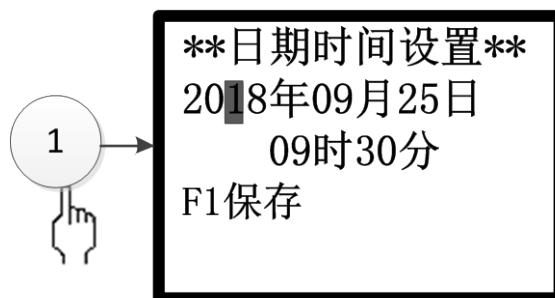

图 3-19
按下数字 1 键或光标移至①后按确认键，可进入时间设置界面(如图 3-19 所示)。时钟的当前值包括：年、月、日、时、分移动光标至需要作修改的相应位置上，按输入数字键更改。修改完毕后，按“F1”键保存、按“取消”键退出。